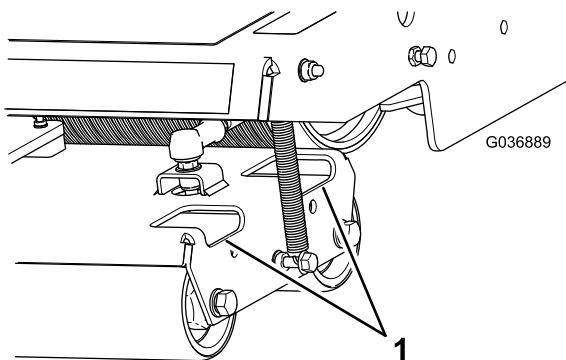

图 39
2. 如果需要用水喷射滚筒壳体上的孔清洁滚筒的灰尘和杂物 图 39。